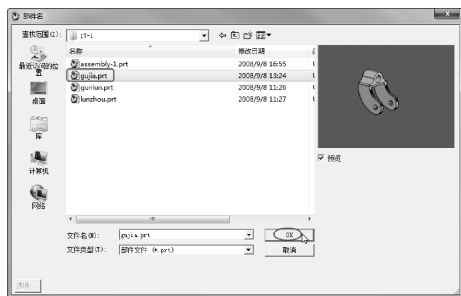

图7-4 打开组件文件
- 02 随后弹出【添加组件】对话框。单击对话框中的【打开】按钮，然后将【7-1】文件夹中的【gujia. prt】组件文件打开，如图7-4所示。